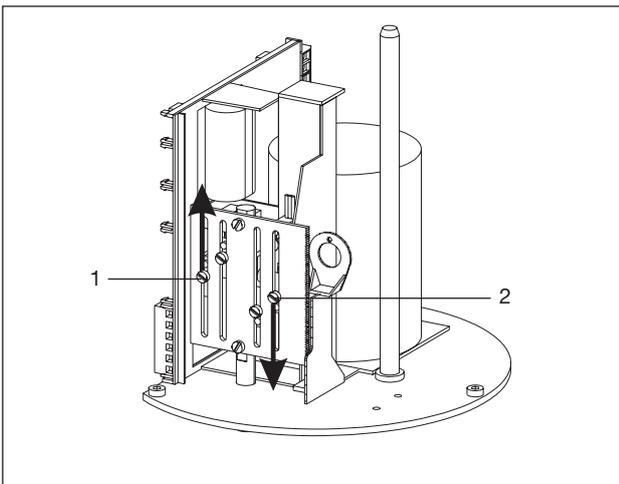

Bild 8: Einstellung der Schaltnocken
- Feststellschraube der entsprechenden Schaltnocke (Abb. 8) lösen, Schaltnocke in Richtung des Endschalters bewegen bis dieser hörbar klickt und Feststellschraube wieder anziehen.